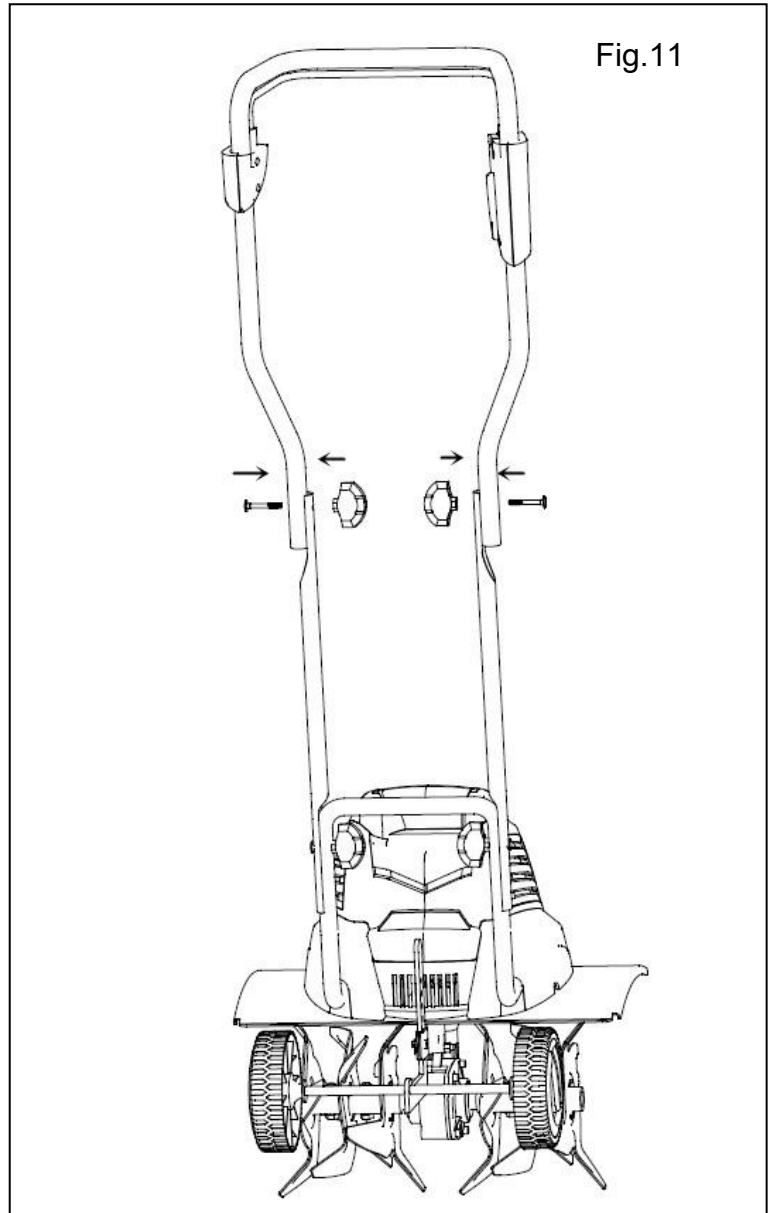

Fig.11
4) Montage de la barre supérieure (Fig. 11)